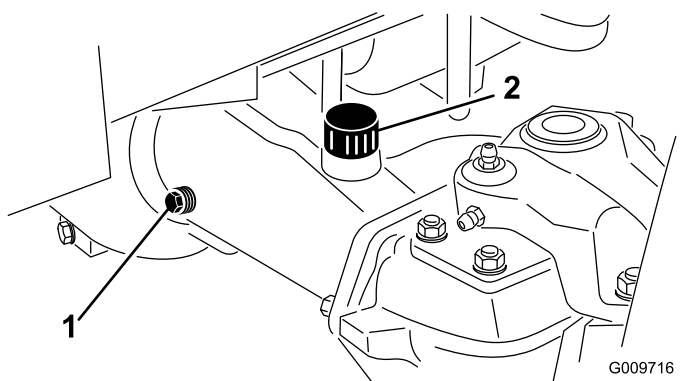

Figure 96
2. Retirez un bouchon de contrôle à une extrémité du carter de pont (Figure 96).